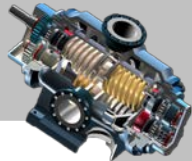
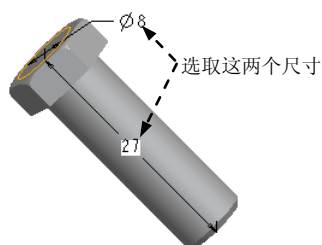

图 7.1.3 “族项, 类属模型: BOLT\_1”对话框
图 7.1.4 选取尺寸
Step3. 单击对话框中的“添加/删除表列”按钮, 添加模型各尺寸变量、参数或特征，系统弹出“族项，类属模型：BOLT\_1”对话框，如图 7.1.3 所示。
Step4. 在 **增加项** 区域中选中 ☒ 尺寸 单选项，在模型上单击模型特征以显示所需尺寸，如图 7.1.4 所示，单击选取图 7.1.4 所示的两个尺寸，此时对话框如图 7.1.3 所示。